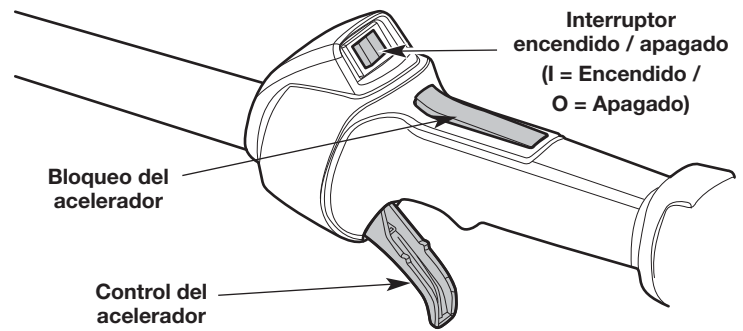

Fig. 7
NOTA: No hay necesidad de encender la unidad. El interruptor de Encendido/Apagado debe estar en la posición **Encendido (I)** en todo momento (Fig. 7).
NOTA: **NO** apriete el control del acelerador hasta el paso 8 (Fig. 7).
8. Oprima y mantenga apretado el bloqueo del acelerador (Fig. 7). Apriete el control del acelerador según sea necesario para el funcionamiento (Fig. 7).
2. Oprima y no suelte el interruptor de control de Encendido y Apagado en la posición **Apagado (O)** hasta que el motor se detenga por completo (Fig. 7).
NOTA: No hay necesidad de encender la unidad. El interruptor de Encendido/Apagado debe estar en la posición ENCENDIDO (I) en todo momento (Fig. 7).
NOTA: **NO** apriete el control del acelerador hasta el paso 10 (Fig. 7).
10. Oprima y mantenga apretado el bloqueo del acelerador (Fig. 7). Apriete el control del acelerador según sea necesario para el funcionamiento (Fig. 7).
2. Oprima y no suelte el interruptor de control de Encendido y Apagado en la posición APAGADO (O) hasta que el motor se detenga por completo (Fig. 7).